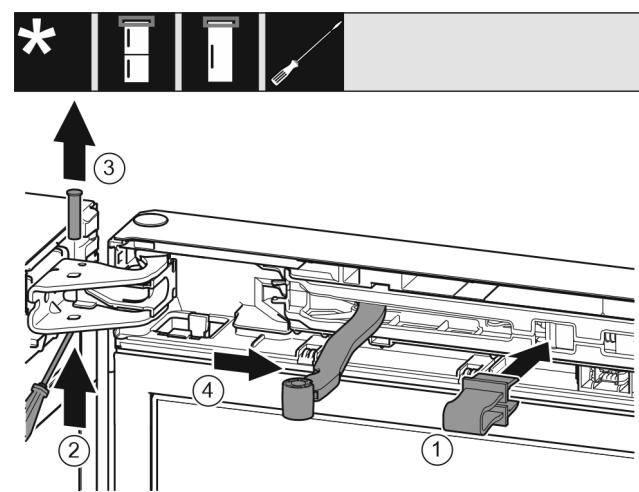

Fig. 11
- Bolzen Fig. 11 (2) herausziehen.
- Bolzen Fig. 11 (3) nach oben herausnehmen.
- Gelenk Fig. 11 (4) in Richtung Tür drehen.